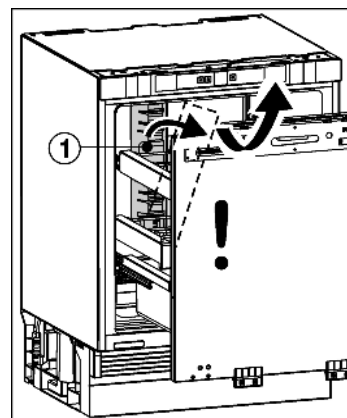

Fig. 3
- ▶ Piegarlo di lato l'elemento di protezione per il trasporto Fig. 3 (1) ed estrarre tirando in avanti.